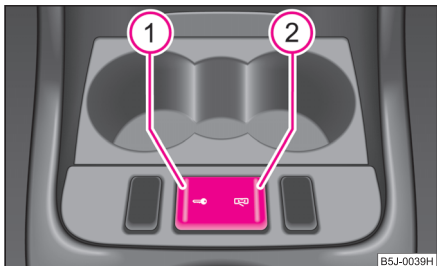

Fig. 22 Întrerupătorul închiderii centralizate
– Apăsați tasta ① ⇒ fig. 22. Simbolul  din tastă se aprinde.
– Apăsați tasta ② ⇒ fig. 22. Simbolul  din tastă se stinge.